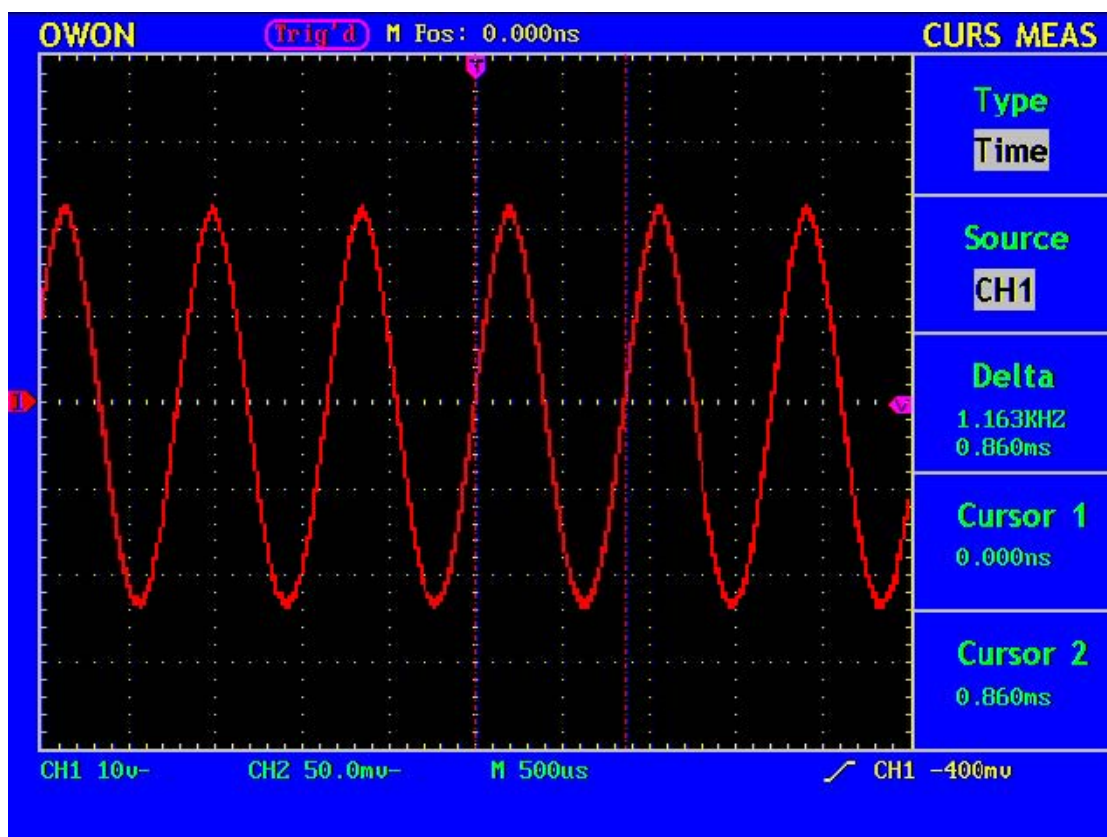

Рисунок 52. Измерение времени с помощью курсоров
4. Переместите **CURSOR1** и **CURSOR2** в нужное положение в соответствии с формой сигнала; в окне "Delta" будет показано значение временного интервала между курсорами 1 и 2; в окнах "Cursor 1" и "Cursor 2" значения соответствующие положениям курсоров (см. рис. 52).